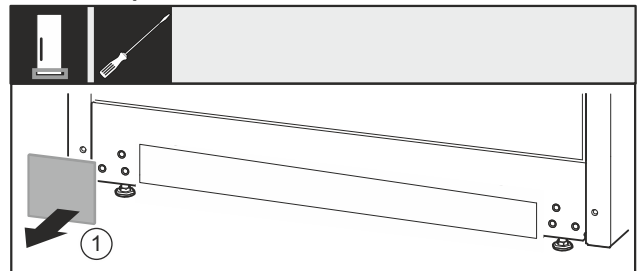

Fig. 36
- ▶ Scoateţi capacul Fig. 36 (1).